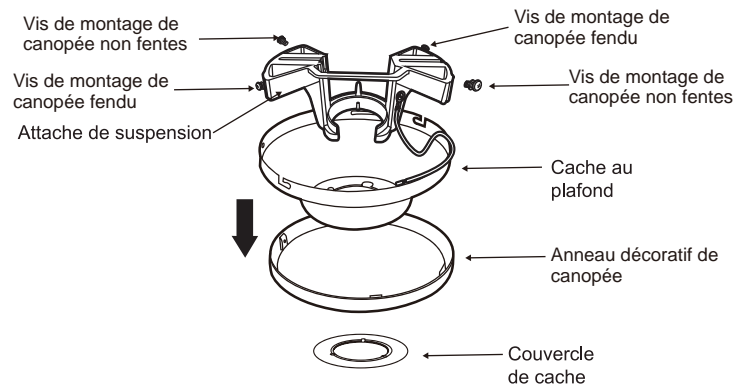

Fig. 7
Étape 1. Poussez l'anneau décoratif de la canopée de la verrière. (Fig.7)
Étape 2. Enlever le couvercle de la verrière en tournant le comptoir de couverture dans le sens des aiguilles d'une montre (Fig.7)